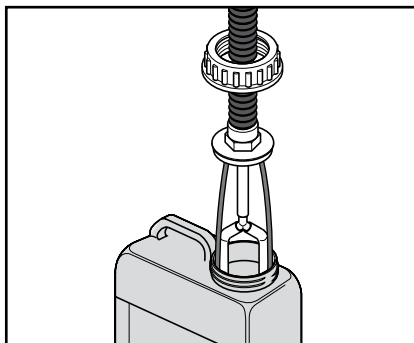

Bild A2
- Lyft upp pumpenheten (bild A2).